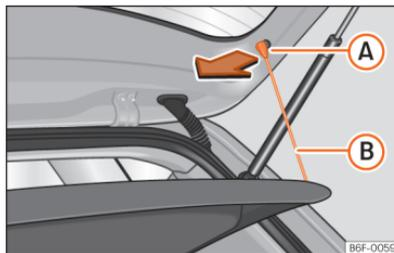

Abb. 175 Im Gepäckraum:
- Hängen Sie die Haltebänder >>> **(Abb. 175) (B)** aus den Aufnahmen **(A)** aus.
- Hängen Sie die Haltebänder >>> **(Abb. 175) (B)** an der Heckklappe ein.